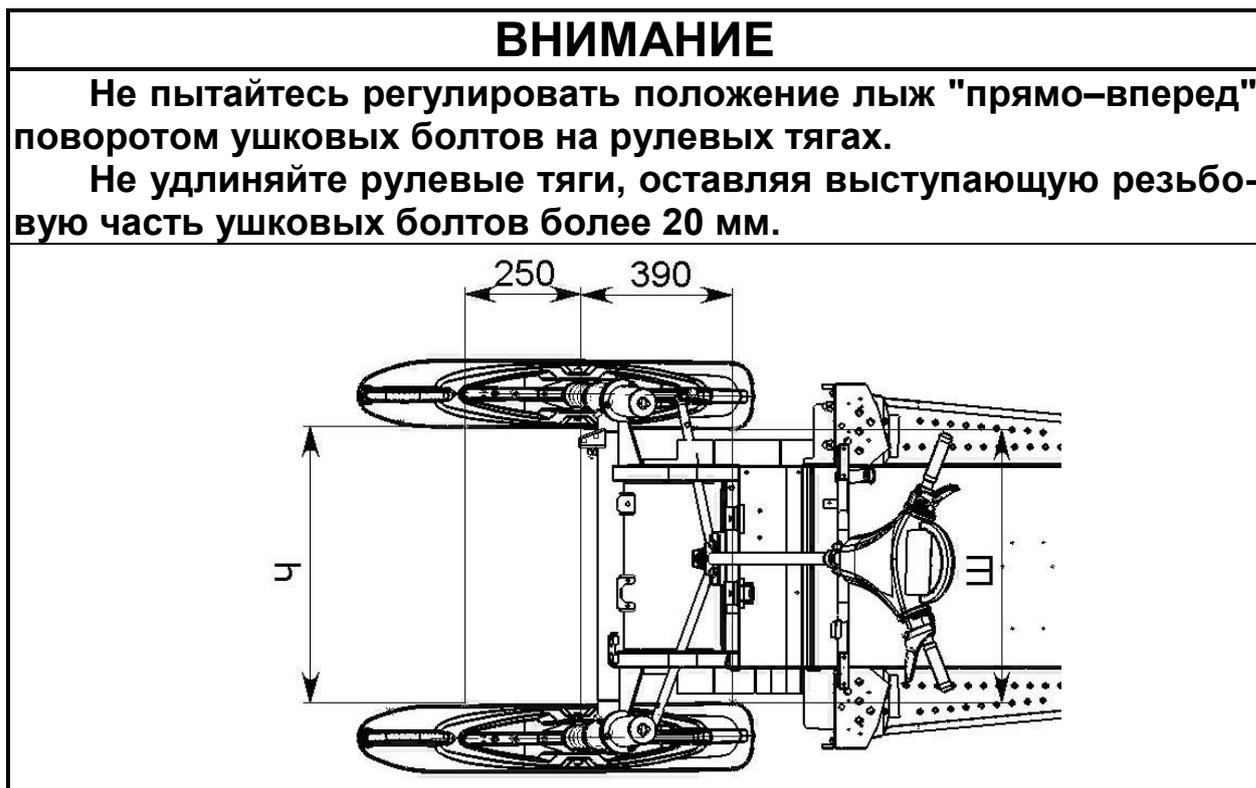

Рисунок 48 – Регулировка схождения лыж
- вращением рулевых тяг добейтесь, чтобы при положении лыж "прямо–вперед" расстояние Ч (рисунок 48) между передними частями